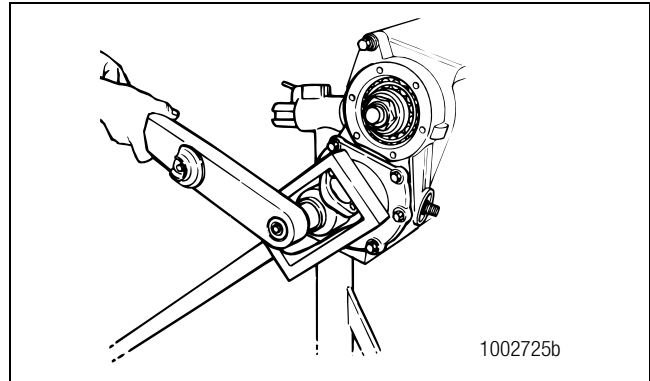

Figura 3.20
4. Use la herramienta correcta para sujetar el yugo o brida de impulsión. Afloje la tuerca que sujeta el yugo o brida al eje impulsor, pero déjela en su sitio. Figura 3.20.